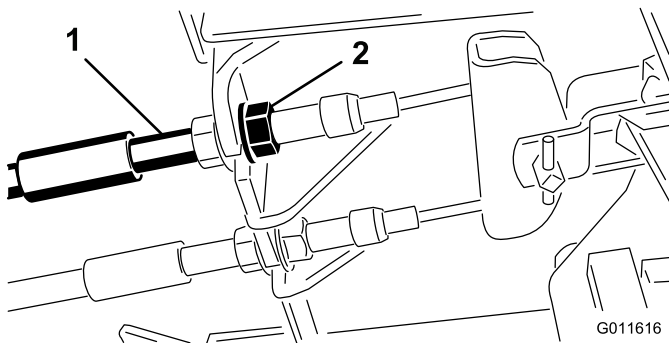

Bild 44
1. Ziehen Sie zum Reduzieren des Spiels der Bremspedale die Bremsen fester – lockern Sie dazu die vordere Mutter am Gewindeende des Bremszugs (Bild 44).